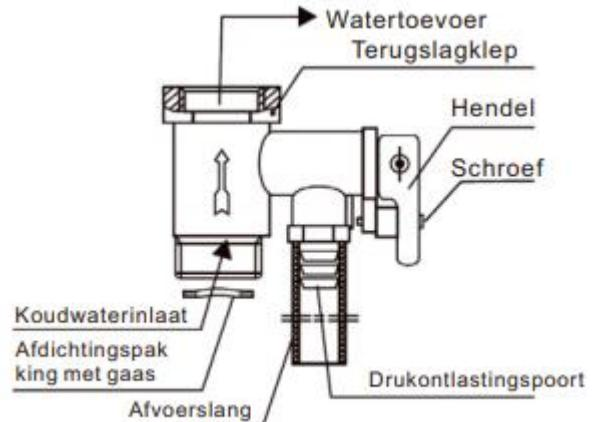

Figure 3
5. Das Sicherheitsventil (ursprüngliche Werk kennzeichnung 0,8 MPa) muss am Wassereinlassanschluss installiert werden (wie in Abb. 3 gezeigt), Teflonband muss umwickelt werden, um die Abdichtung zu gewährleisten. Die Pfeilrichtung sollte der Fließrichtung des Wasserzulaufs des Elektroboilers entsprechen (siehe Abb. 3). Die Netzdichtung sollte am Kaltwassereinlass des Sicherheitsventils installiert werden, und der Abflussschlauch am Überdruckauslass des Sicherheitsventils sollte installiert werden, um ein kontinuierliches Gefälle aufrechtzuerhalten. Der Warmwasserbereiter sollte in einer frostfreien Umgebung installiert und dann bis zum Erdschluss verlegt werden, in Verbindung mit der Atmosphäre gehalten und ordnungsgemäß gesichert werden, um Verbrühungen durch den Austritt von heißem Wasser oder Dampf zu verhindern. Das Sicherheitsventil kann verhindern, dass der Tankdruck den Nenndruck um 0,1 MPa überschreitet. Wenn der Druck im Tank zu hoch ist, öffnet sich automatisch das Sicherheitsventil und Wasser wird aus dem Druckentlastungsanschluss abgelassen, um den Druck abzubauen.
8. Bei normalem Gebrauch sollte der Griff des Sicherheitsventils (Abb.3) regelmäßig geöffnet werden, um Kalkablagerungen zu entfernen. Methode: Ziehen Sie den Ablassgriff nach oben in die horizontale Position (wenn der Griff mit Schrauben ausgestattet ist, entfernen Sie die Schrauben mit einem Schraubendreher, bevor Sie diesen Vorgang durchführen) und prüfen Sie, ob das Sicherheitsventil blockiert ist (ob Wasser abfließt). Bei Blockierung wenden Sie sich bitte an die Wartungsabteilung.